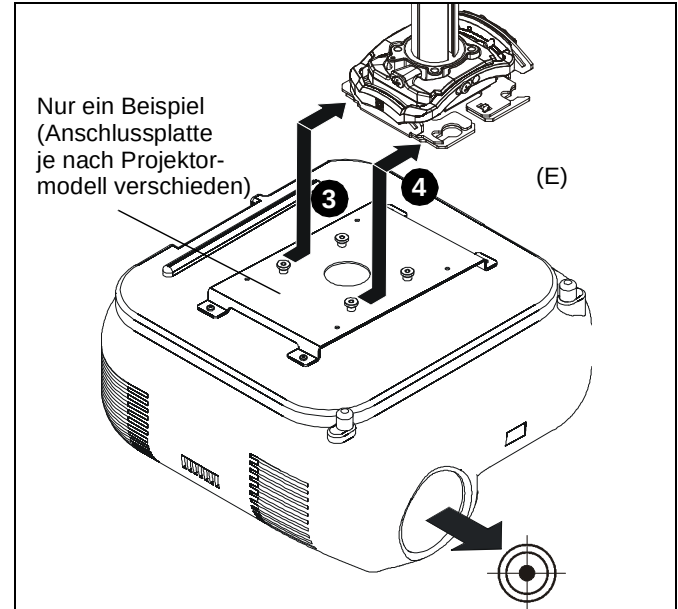

Abb. 14
2. Richten Sie den Projektor mit der Anschlussplatte aus. (Siehe Abb. 14)
3. Halten Sie den Projektor so, dass die Schrauben mit den Flügelmuttern nach den Montageschlitzen in der Montagebasis ausgerichtet sind. (Siehe Abb. 14)
4. Schieben Sie den Projektor mit der Anschlussplatte in die Montageschlitze der Montagebasis, bis sich die Schrauben am hinteren Ende der Schlitze befinden. (Siehe Abb. 14)